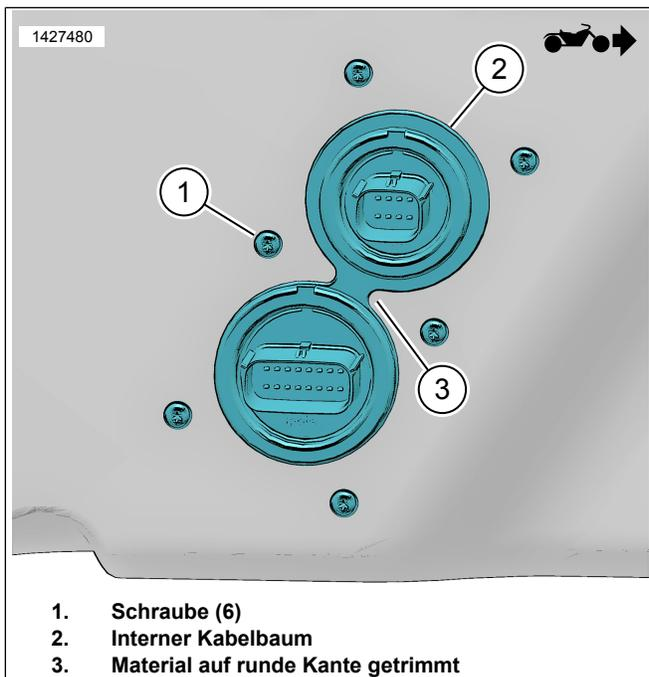

Abbildung 3. Innerer Kabelbaum
- d. Siehe Abbildung 3. Material beschneiden, um Kante (3) abzurunden.
11. Siehe Abbildung 3. Den internen Kabelbaum (2) einbauen.